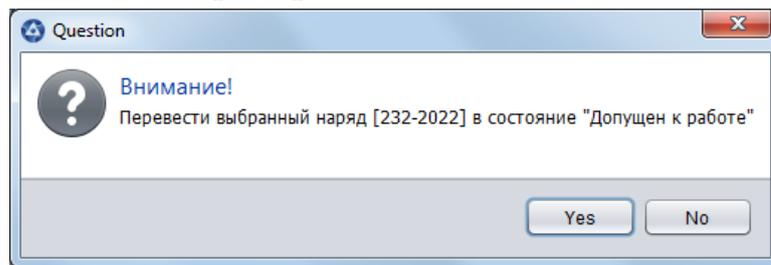

Рисунок 14
3.5.1.1. Окно «Внимание» предназначено, как правило, для подтверждения действий оператора. Пример окна «Внимание» приведен на рис. 14.